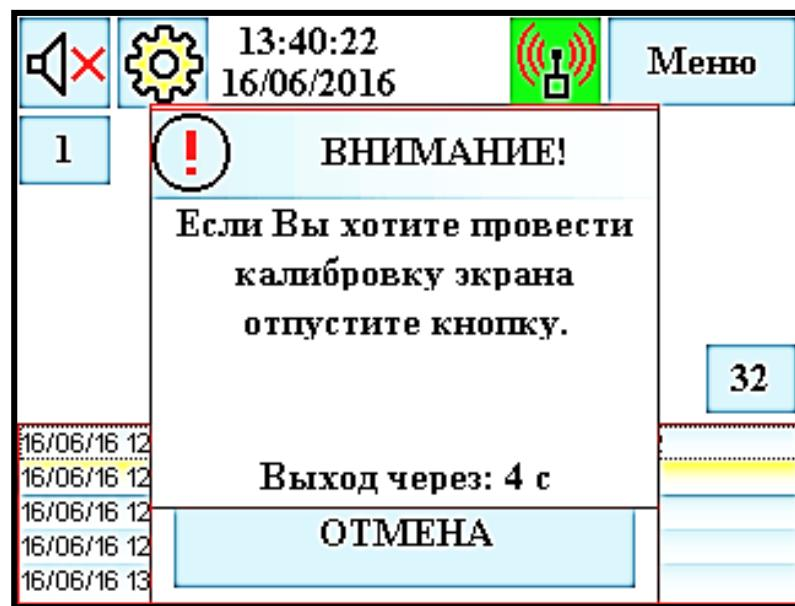

Рисунок 11 - Окно перехода в калибровку экрана
3.1.4 Для калибровки экрана нужно нажать и удерживать кнопку СБРОС до появления окна (см. рисунок 11). После этого для перехода к калибровке экрана необходимо отпустить кнопку СБРОС.